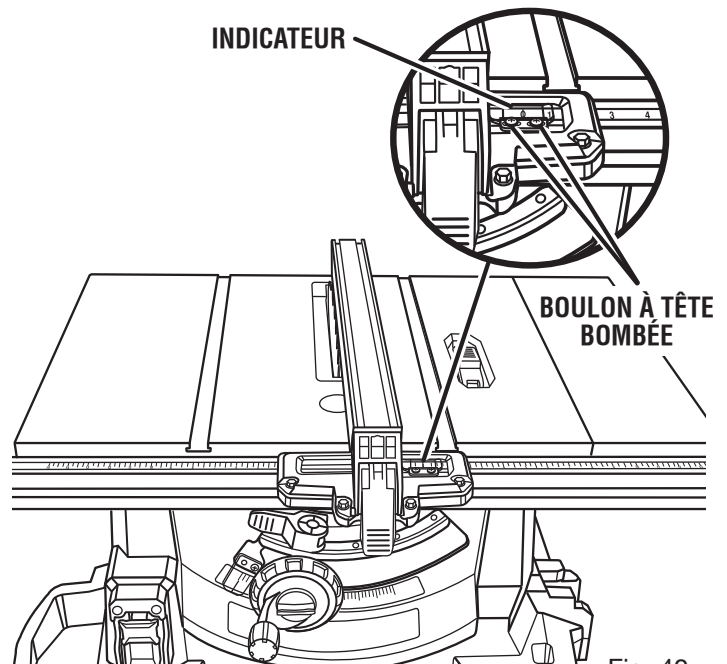

Fig. 40
Voir la figure 40.
- Faire une marque derrière une dent sur le devant de la lame. Placer l'équerre combinée contre la rainure du guide à onglet tel qu'illustré dans la figure 40. Mesurer la distance à la rainure de droite.